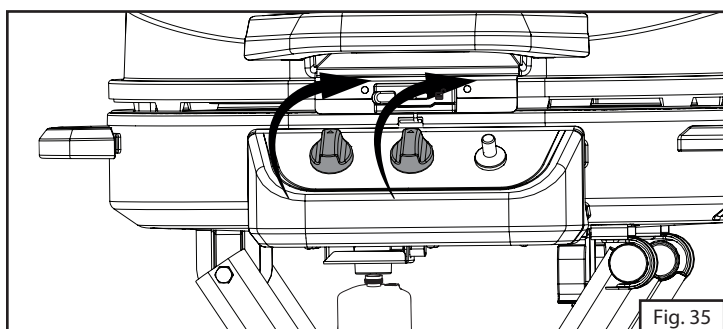

Fig. 35
1. Mettre les deux boutons de commande en position d'arrêt. (Fig. 35)